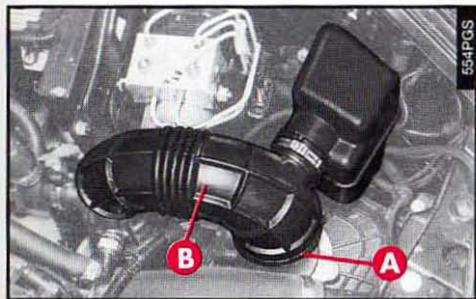

fig. 36 - moteur 2.0 V6 TB
– Moteur 2.0 V6 TB (fig. 36): décrocher le circlip (A) et déplacer avec précaution le manchon (B).